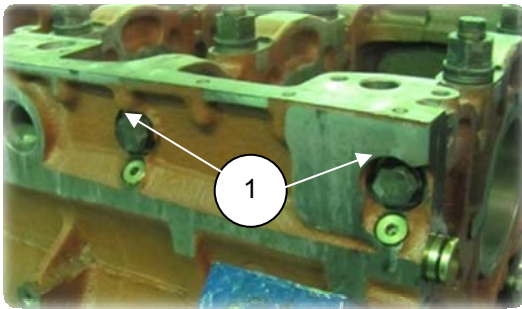

Рис. 6.18
1. Надеть на стяжные болты (1) шайбы, завернуть болты в резьбовые отверстия блока на 2-3 нитки (рис. 6.18, 6.19):